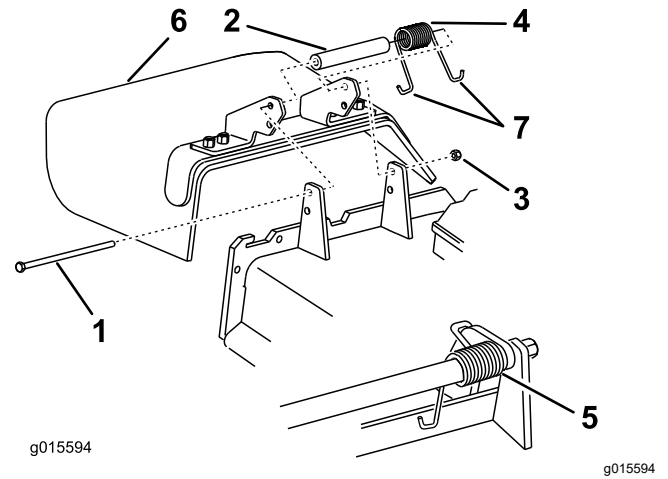

Figure 5
1. Déposez la goulotte d'éjection latérale du tablier de coupe (Figure 5).